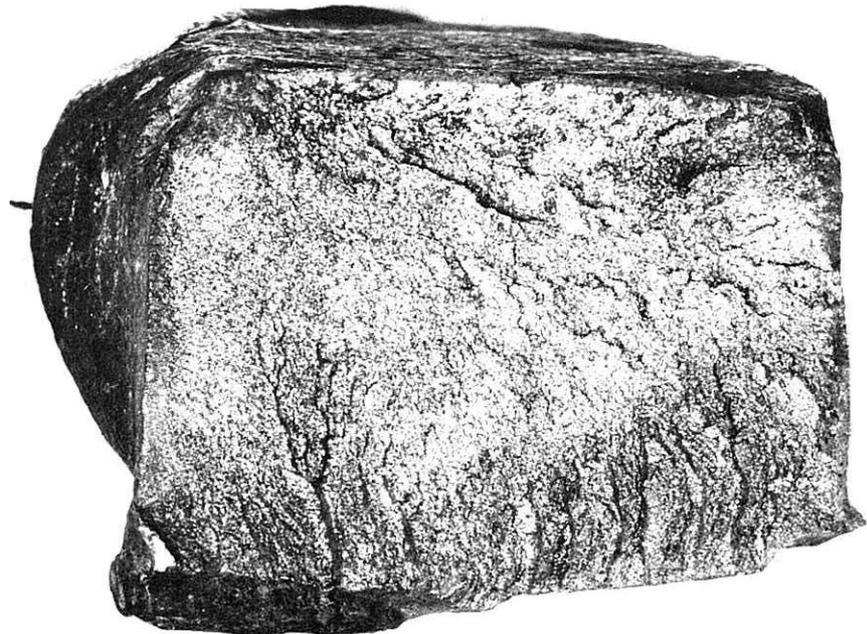

Fig. 1. Rupture catastrophique.
- aspect grenu brillant sans particularité caractéristique sur le relief ; cet aspect caractérise la rupture dite catastrophique qui, comme son nom l'indique, se rapporte toujours à une rupture brutale (fig. 1) ;